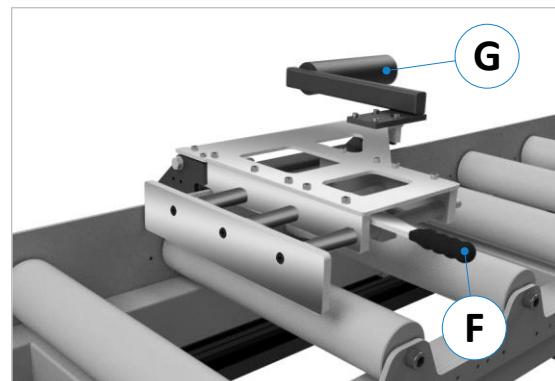

Figure 18 : poids d'équilibre et levier pour la course libre
- Avant de déclencher l'opération d'usinage côté machine (par ex. coupe), réaliser la course libre de 10 mm en faisant pivoter le levier excentrique (F), voir ⇨ Figure 18.
- Le levier excentrique (F) permet en outre de relever la butée dans n'importe quelle longitudinale. En position haute, la butée se maintient d'elle-même dans cette position grâce au poids d'équilibre (G).